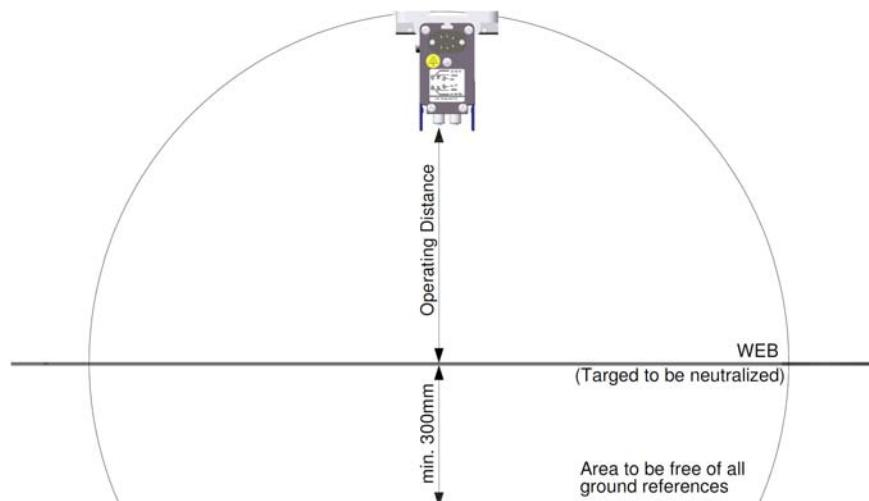

Abbildung 1
- Um ein optimales Ergebnis zu erzielen, muss der Ionensprühstab wie in Abbildung 1 dargestellt montiert werden.
- Montieren Sie den Ionensprühstab mit den Emittoren in Richtung auf das zu entladende Material. Verwenden Sie hierzu die mitgelieferten Montagemittel, siehe Abb. 1 und 3.